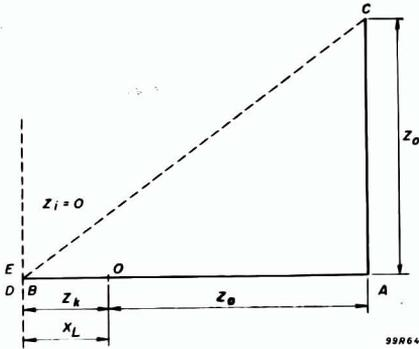

FIG. 64
2. $\overline{OD} = \overline{OB}$; o ponto E coincide com B , portanto $Z_1 = 0$ (fig. 64).